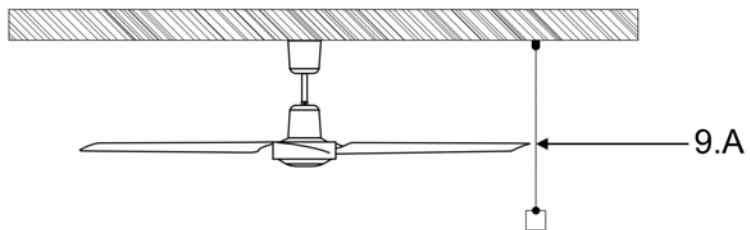

Fig. 9
- Рядом с внешним диаметром крыльчатки подвесьте нить с грузом на конце. **(Fig.9)**